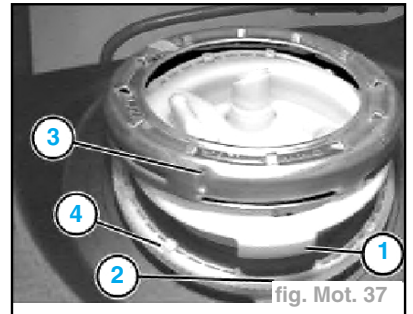

fig. Mot. 37
- Important** : • Au remontage, veiller à ce que l'embout (1) s'emboîte dans le logement (2) sur le réservoir.
- Lors du serrage au couple, l'engagement de l'encoche (3) de l'écrou de fermeture dans le segment denté (4) du réservoir est nettement perceptible à l'oreille et au touché. (fig. Mot. 37)